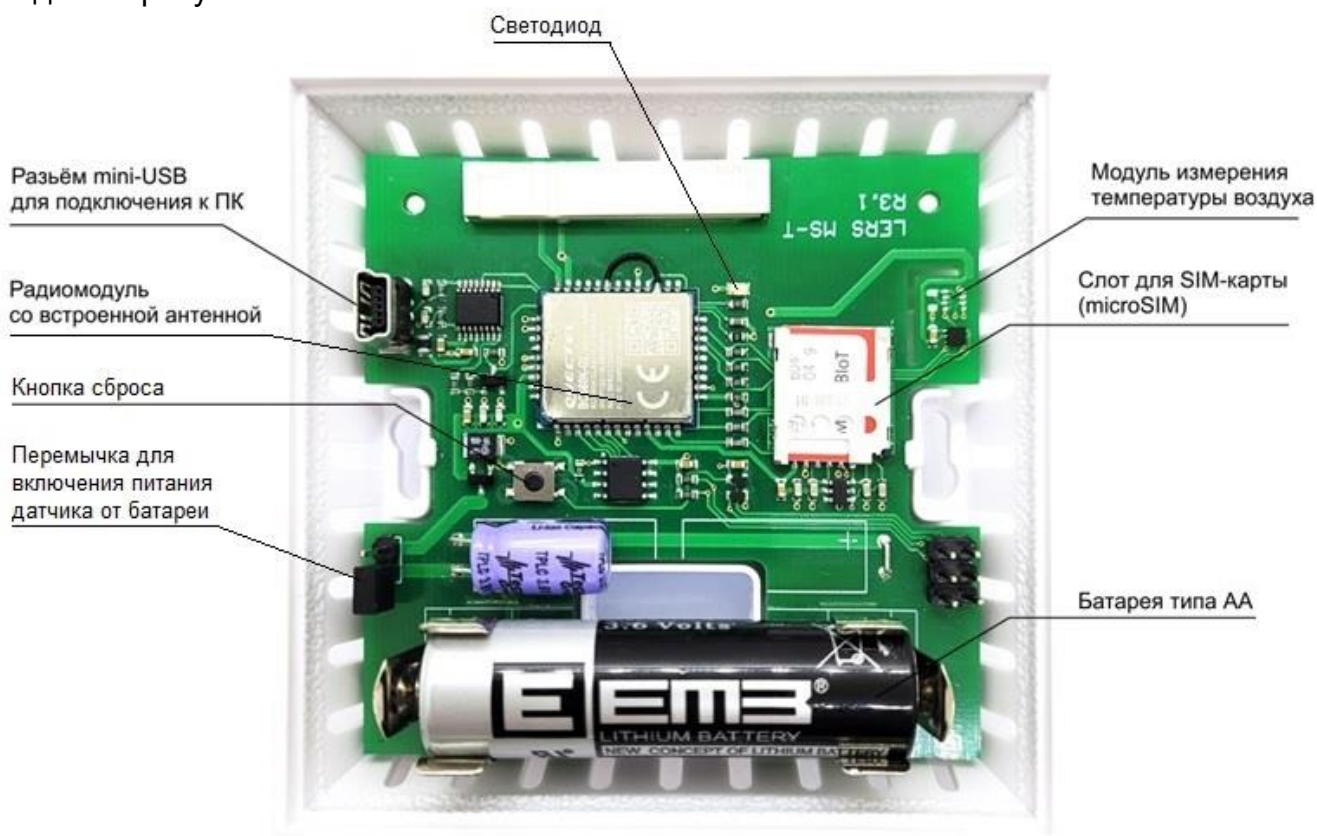

Рисунок 2 – Основная плата датчика ЛЭРС MC-T
1. Включить питание датчика от батареи, установив переключку (см. рисунок 2).